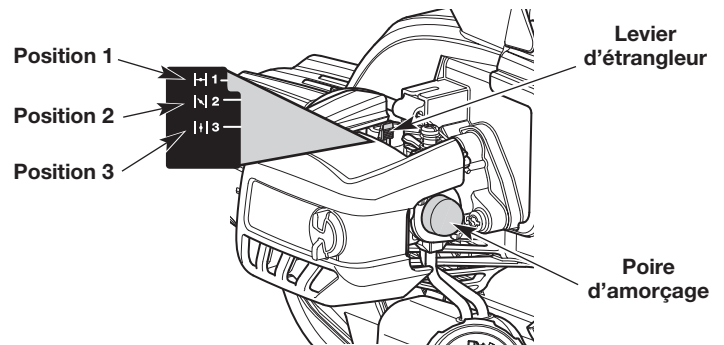

Fig. 7
3. Lentement, pressez puis relâchez **10 fois** de suite la poire d'amorçage (Fig. 7). Si vous ne voyez pas de carburant dans la poire d'amorçage, pressez et relâchez la poire jusqu'à ce que du carburant soit visible.
4. Mettez le levier d'étrangleur en **Position 1** (Fig. 7).
7. Continuez de presser la manette des gaz. Mettez le levier d'étrangleur en **Position 2** (Fig. 7).
10. Continuez de presser la manette des gaz. Mettez le levier d'étrangleur en **Position 3** (Fig. 7) et continuez à faire chauffer le moteur pendant 60 secondes de plus. L'appareil peut être utilisé pendant ce temps.
Si... le moteur a des à-coups, remettez le levier d'étrangleur en **Position 2** (Fig. 7) et continuez à chauffer le moteur.